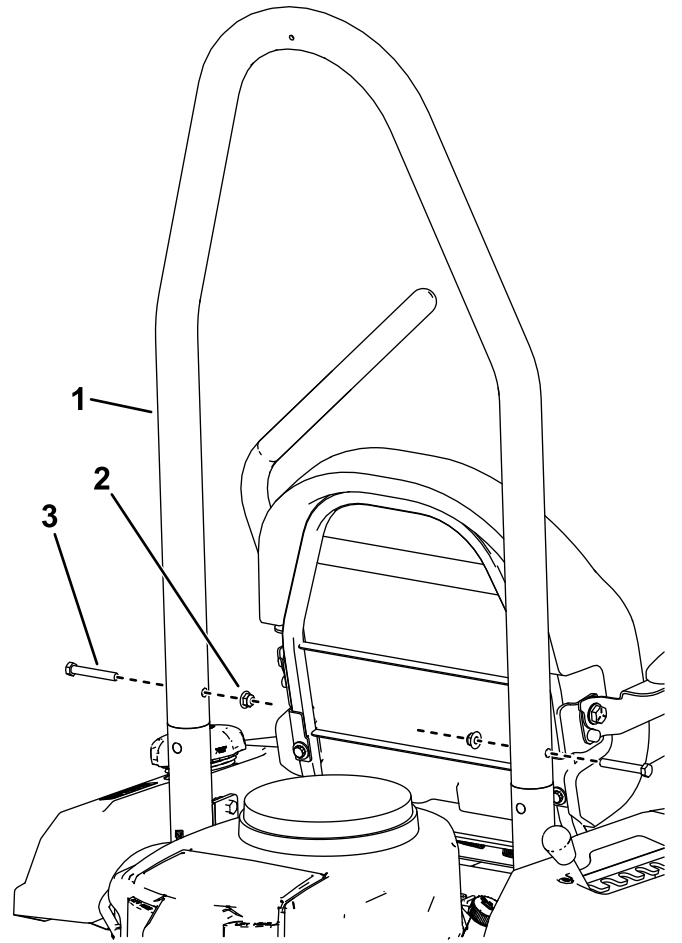

Figure 15
4. L'angle du tube du ROPS étant dirigé vers l'arrière de la machine, fixez le tube sur les supports du ROPS à l'aide de 2 boulons ($\frac{3}{8}$ " x $2\frac{1}{2}$ ") et 2 contre-écrous ($\frac{3}{8}$ "), comme montré à la Figure 15.